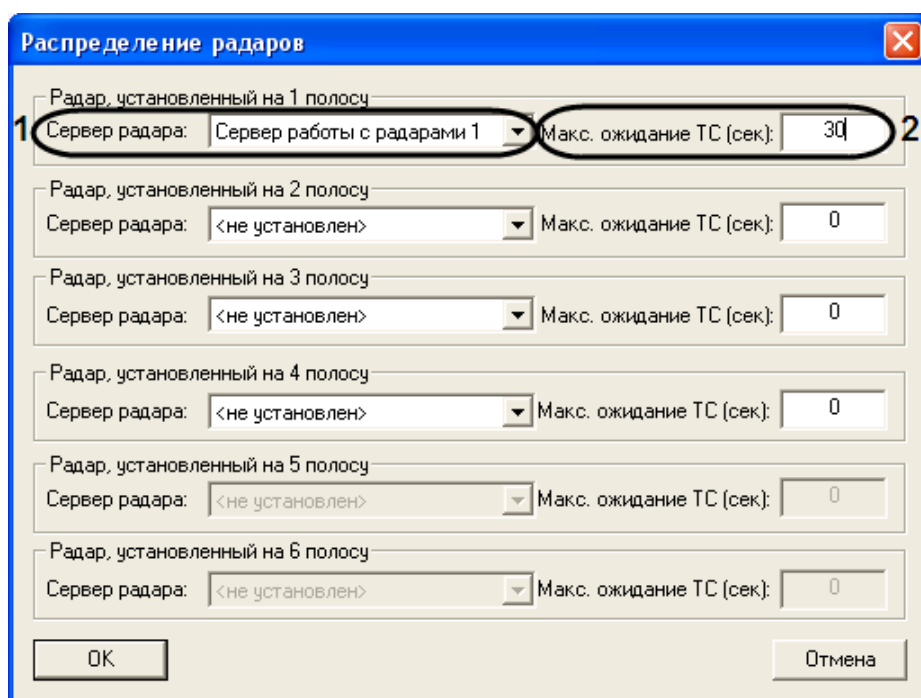

Рис. 7.4-15. Настройка совместной работы программных модулей «Детектор транспорта» и «Радар»
В результате откроется окно «Распределение радаров» (Рис. 7.4-15).
- 3.1. Выбрать Сервер работы с радарными из списка «Сервер радара». В данном списке требуется выбрать объект «Сервер работы с радарными», который соответствует устройству «Радар», направленному на полосу дорожного движения, по которой требуется определять скорость движения транспортных средств (см. Рис. 7.4-15, 1).
- 3.2. Указать время, в течение которого автомобиль должен проехать расстояние от места фиксации скорости движения транспортного средства устройством «Радар», до области захвата петлевого детектора программного модуля «Детектор транспорта» (см. Рис. 7.4-15, 2).
- 3.3. Нажать кнопку «ОК» (см. Рис. 7.4-15).